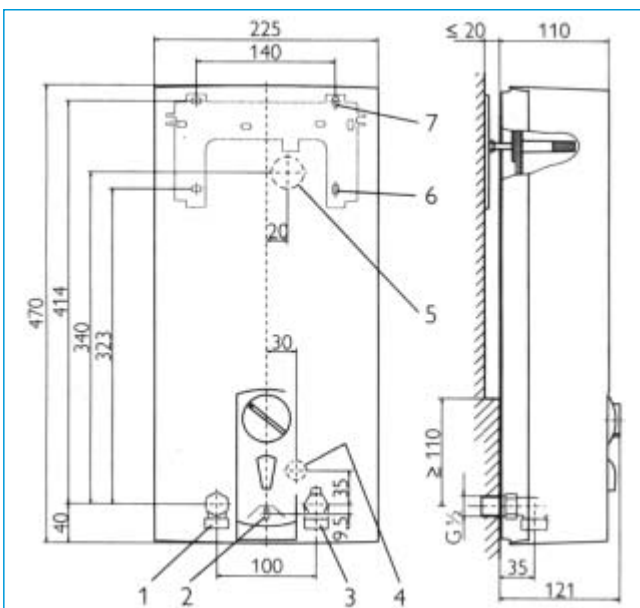
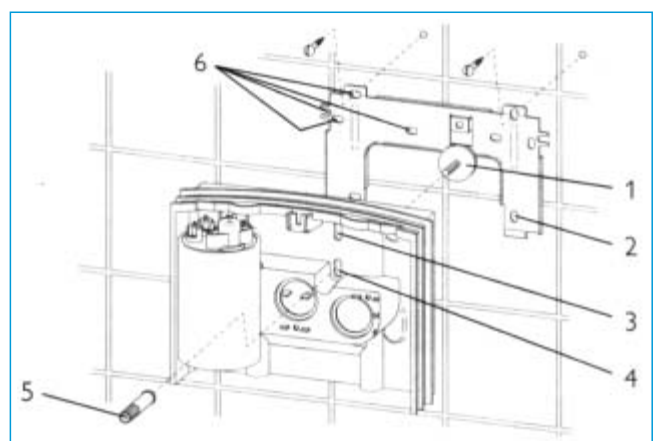

Fig. 6
Fig. 9
- ▶ **Montar el aparato enrasado con la pared en su parte inferior (respetar la medida 110 mm de la fig. 6). Fijar también por abajo el calentador (fig. 6, pos. 2).**
- ▶ Establecer el punto de abertura en el panel trasero (fig. 9) para la fijación al soporte de montaje:
- ▶ Fijar el soporte de montaje tal como se muestra en la fig. 9.
Leyenda de la fig. 9
- Fijar el aparato en el soporte de montaje con el casquillo roscado (pos. 5), tal como se muestra en la fig. 9. La tuerca moleteada (pos. 1) permite compensar irregularidades de la pared, debidas p.ej. a escalones en las baldosas, de hasta 20 mm (ver fig. 6).